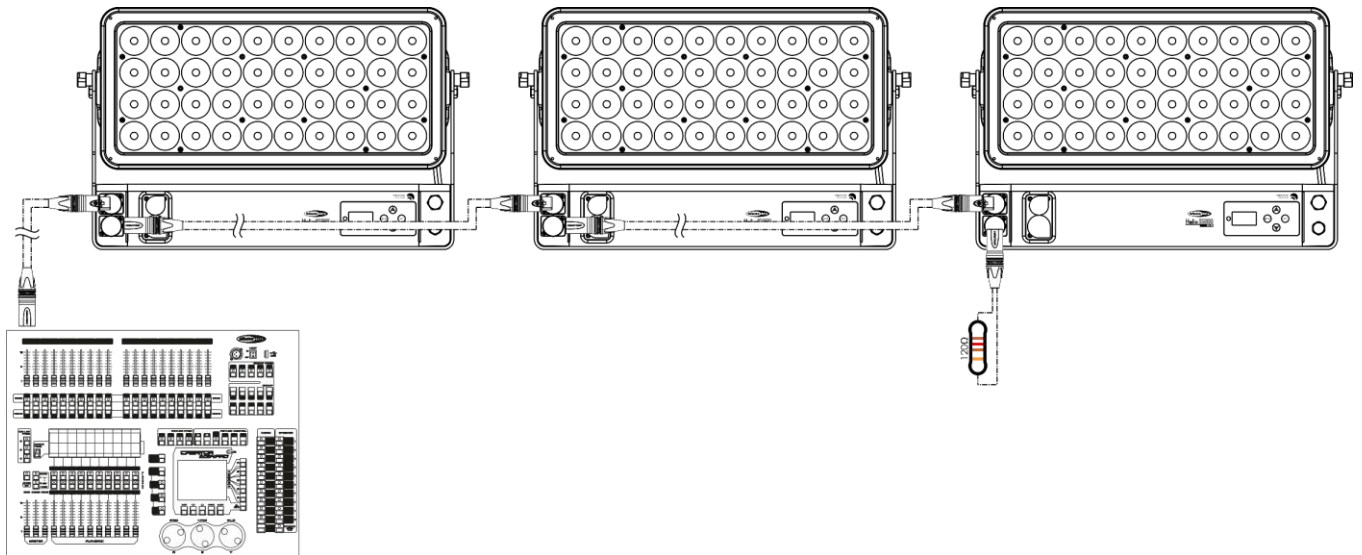

Fig. 08
- 05) Collegare le unità come indicato nella fig. 08. Collegare un cavo di segnale DMX dall'uscita "out" DMX della prima unità all'ingresso "in" della seconda unità. Ripetere questo processo fino a collegare la seconda e la terza unità.